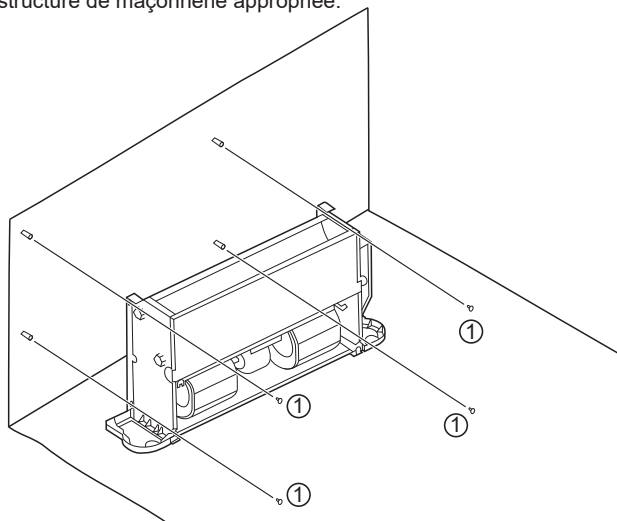

Figure 5-2 Schéma de fixation du corps de l'unité
Comme illustré à la Figure 5-2, serrez les quatre vis (1) dans une structure de maçonnerie appropriée.